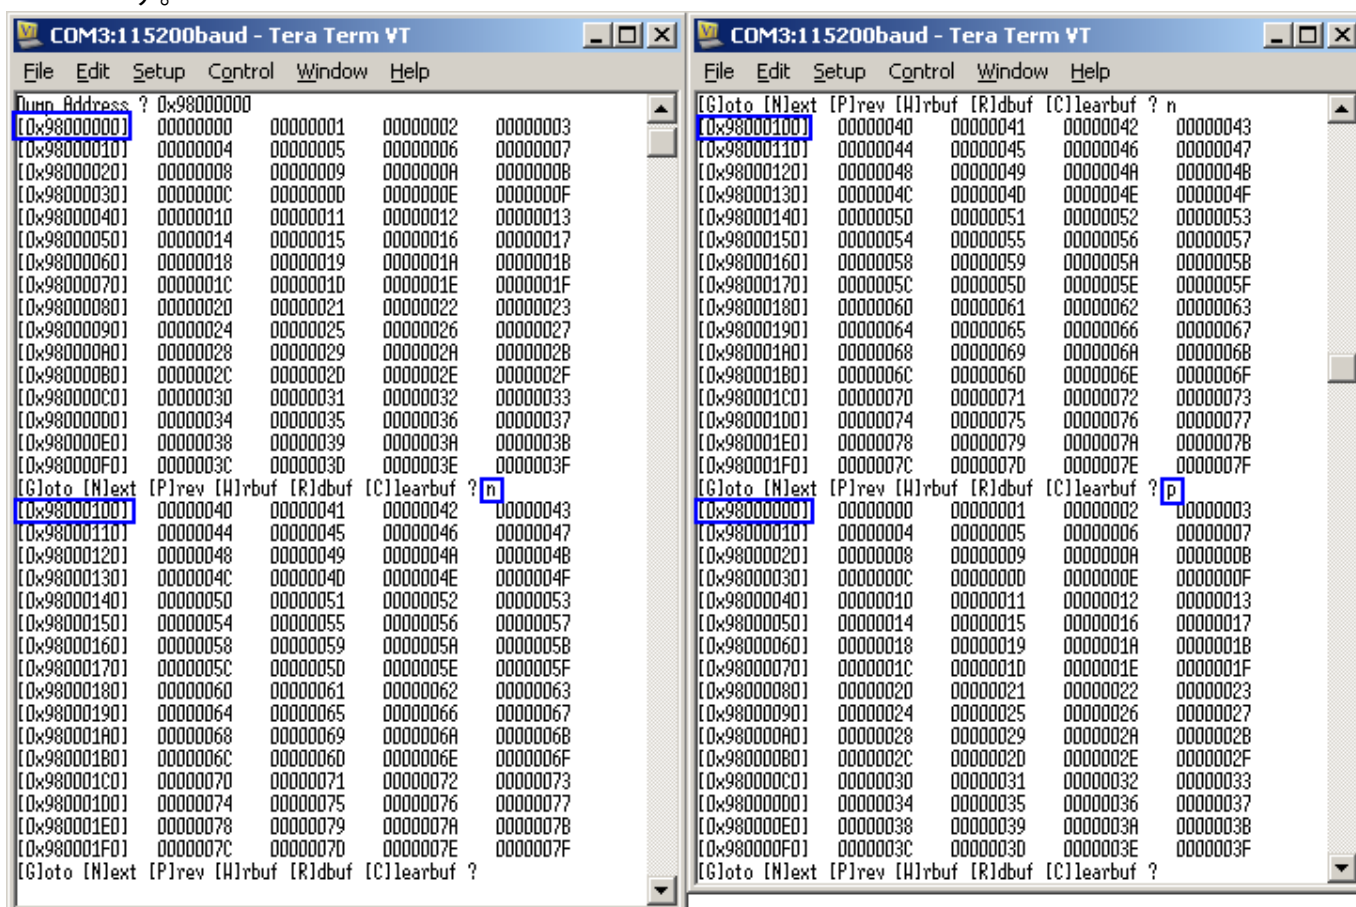

図 3-11: 'N'ext / 'P'previous サブ・メニューの表示画面
- 'N' (Next) : このサブ・メニューにより図 3-11 左画面に示すように、次の 256 バイト・データを表示します。
- 'P' (Previous) : このサブ・メニューにより図 3-11 右画面に示すように、前の 256 バイト・データを表示します。